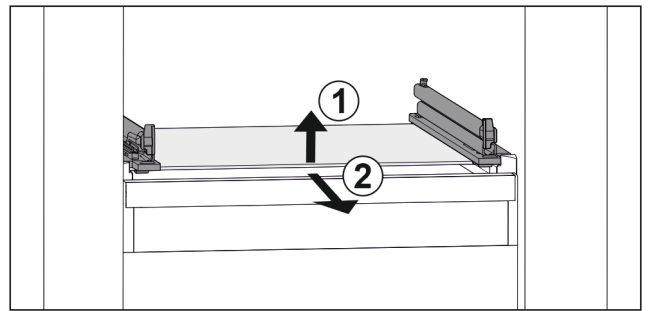

Fig. 52 Примерно изображение на стъклената плоча
- ▶ Повдигнете стъклената плоча отпред. Fig. 52 (1)
- ▶ Извадете стъклената плоча напред. Fig. 52 (2)